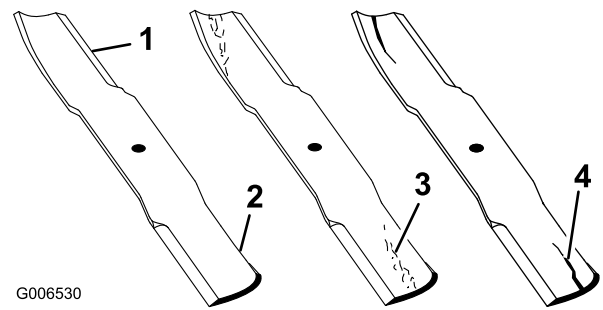

Bild 49
1. Untersuchen Sie die Schnittkanten (Bild 49). Bauen Sie, wenn die Kanten nicht scharf sind oder Kerben aufweisen, die Schnittmesser aus und schärfen sie; siehe Schärfen der Messer.
2. Prüfen Sie die Schnittmesser, insbesondere den gebogenen Bereich (Bild 49). Montieren Sie, wenn Sie Schäden, Verschleiß oder Rillenbildung in diesem Bereich feststellen (Bild 49), sofort ein neues Schnittmesser.